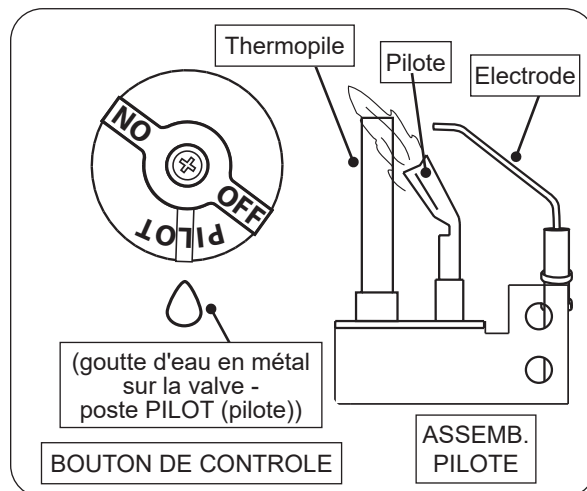

Fig. 55-1 Éclairage pilote
3. Localisez l'assemblage de la veilleuse sur le côté ou à l'arrière du bac du brûleur (voir Fig. 55-1).
4. Tournez le bouton de commande dans le sens antihoraire sur **PILOT** (pilote). Appuyez **fermement et complètement** sur le bouton de commande et maintenez-le enfoncé. Appuyez plusieurs fois sur le bouton de l'allumeur piézo jusqu'à ce que la veilleuse s'allume. Continuez à maintenir le bouton enfoncé pendant environ une (1) minute après l'allumage de la veilleuse. Relâchez le bouton et il ressortira. La veilleuse restera allumée. Voir la Fig. 55-1. S'il s'éteint, répétez les étapes 2 à 4.